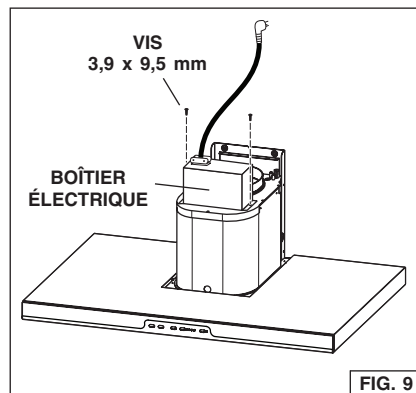

FIG. 9
1. Retirez l'adhésif du boîtier électrique et fixez avec 2 vis de 3,9 x 9,5 mm Fig. 9.